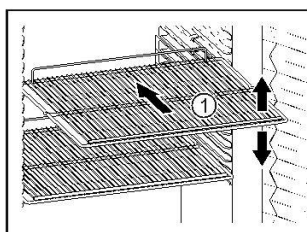

Fig. 53
- || Indien de legroosters Fig. 53 (1) verplaatsbaar zijn, deze aan de hoogte aanpassen.